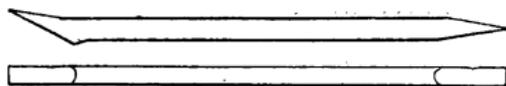

Fig. 495.
**Pince.** — Levier en fer rond (fig. 495), utilisé pour le déplacement des objets lourds; une extrémité est aplatie en coin et dans l'axe du corps; l'autre